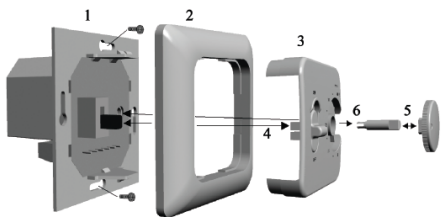

Рисунок 1.
- закрепить терморегулятор в монтажной коробке, для чего нужно снять лицевую рамку нажав на пластиковые защелки отверткой, поместить терморегулятор в монтажную коробку и закрутить монтажные винты. Затем надеть рамку. Переведите переключатель на плате и бегунок на лицевой панели в крайнее нижнее положение так чтобы их оси совпали, (см. рисунок 1). Вставьте лицевую панель регулятора в рамку до полного срабатывания крепежных защелок, подведя нижний край лицевой панели сначала под нижнюю защелку. Если ось кнопки на лицевой панели и ось переключателя на плате не совпали, не пытайтесь сильно давить, это может привести к поломке переключателя.